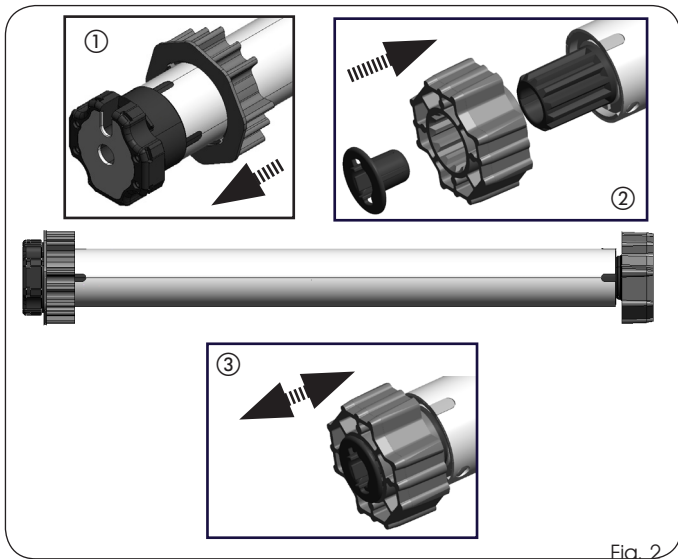

Fig. 2
- 1) Insérer l'adaptateur à couronne (Fig. 2 réf. ①) dans le moteur tubulaire, jusqu'à l'introduction complète de ce dernier à l'intérieur du guide présent sur la bague de fin de course.
- 2) Insérer l'adaptateur à roue (Fig. 2 réf. ②) dans l'arbre du moteur.
- 3) Bloquer l'adaptateur avec l'arrêt fourni (Fig. 2 réf. ③)
- 4) Vérifier que l'adaptateur soit bien fixé (Fig. 2 réf. ③)